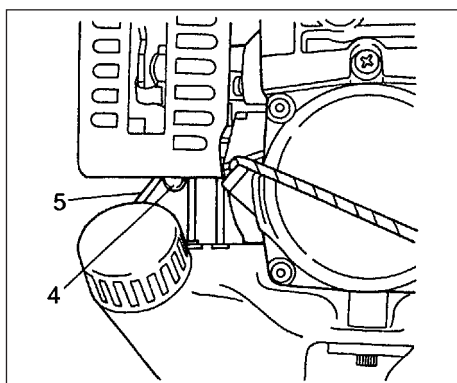
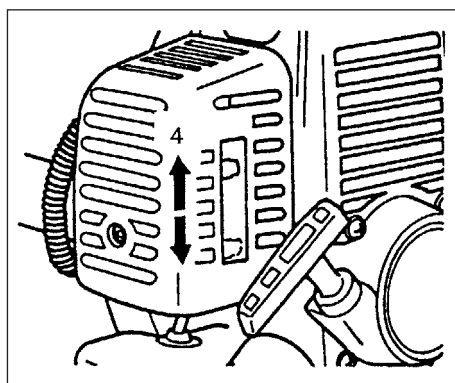

Fig. 2-2C
Fig. 2-3
- \* Pumpa på handpumpens blåsa (4) tills bränsle strömmar in i returledningen (5) (om sådan finns). (Fig. 2-2C)
2. Med avtryckaren (2) nedtryckt (om sådan finns) skall du dra gasreglaget och trycka på gasregeringslåset (1). Släpp därefter först gasreglaget sakta och sedan avtryckaren (2). Detta gör att gasreglaget blir låst i startläget.
3. Skjut chokereglaget till stängt läge (4). (Fig. 2-3)